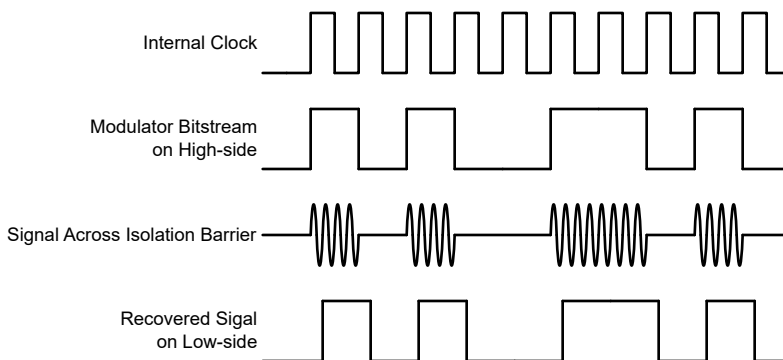

図 7-1. OOK ベースの変調方式
図 7-1 に示されているように、AMC0x00D は、オン/オフ キーイング (OOK) 変調方式を使用して、変調器の出力ビットストリームを、 SiO_2 ベースの絶縁膜間で伝送します。送信ドライバ (TX) を 機能ブロック図 示します。TX は、内部で生成された高周波キャリアを絶縁バリア越しに送信し、デジタル 1 を表現します。ただし、TX はデジタル 0 を表す信号を送信しません。AMC0x00D で使用されるキャリアの公称周波数は 480MHz です。